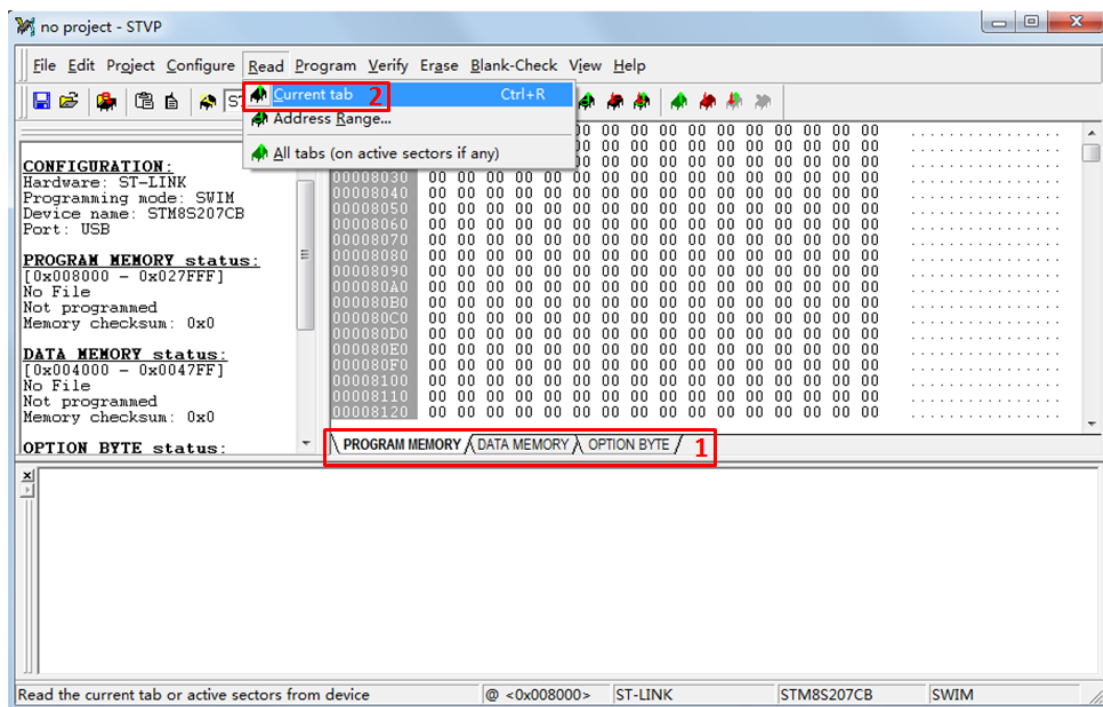
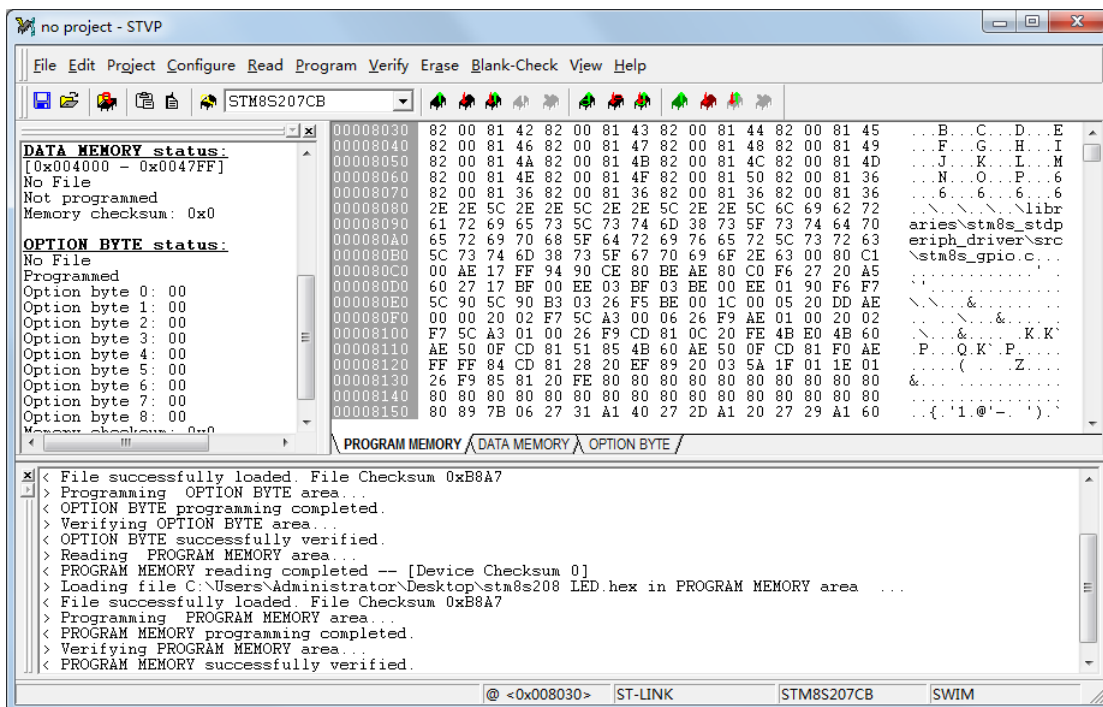

图 3.1-2 读取数据
图 3.1-3 读出数据
- 4) 选择 PROGRAM MEMORY, DATA MEMORY, OPTIOM BYTE, 点击“Read->Current tab”, STVP 将分别读出 FLASH、EEPROM、选项字节的数据, 如图 3.1-2, 图 3.1-3 所示;